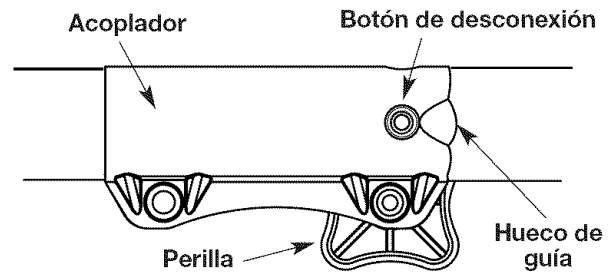

Fig. 6
1. Gire la perilla en sentido antihorario para aflojarla (Fig. 6).
2. Oprima y sostenga el botón de desconexión (Fig. 6).